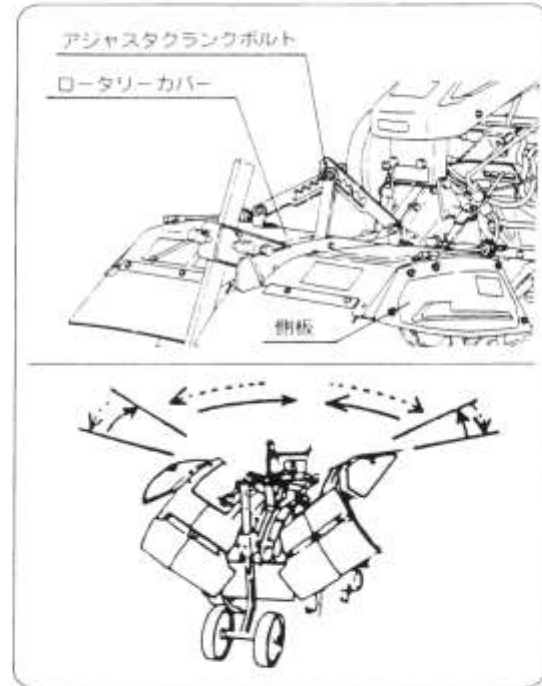

図21
- ① ロータリーカバー、側板は作業により上下に調節してください。(図21)